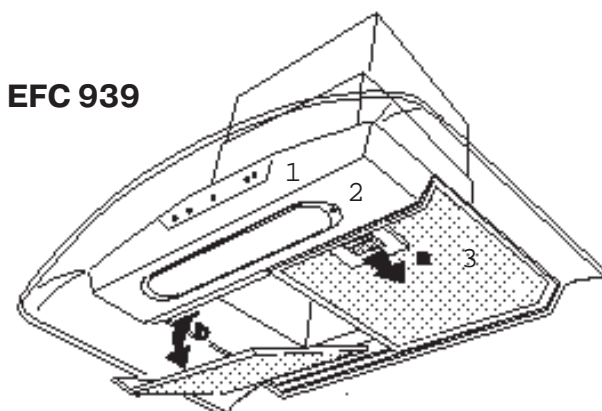

Рис. 1
- Потяните фильтр за ручку вниз, чтобы освободить его из креплений (Рис. 1).
- Снимите жировые фильтры (рис. 1).